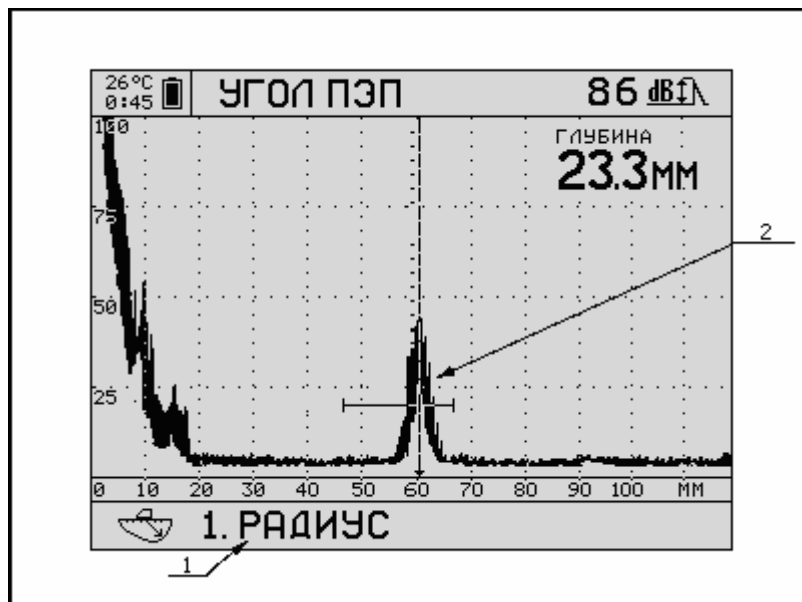

Рисунок 5.8 – Экран прибора при автоматической настройке времени задержки
5.5.2 Подключите ПЭП к дефектоскопу и поставьте его на длинную грань ($l=75\text{мм}$) СОП V2M таким образом, чтобы луч был направлен в сторону цилиндрической поверхности образца радиусом 50 мм, а предполагаемая точка выхода луча ПЭП находилась около риски 0 (Рисунок 5.7). Кнопками **RANGE** и **LEVEL** добейтесь, чтобы эхосигнал от цилиндрической поверхности был виден на экране дефектоскопа, как показано на Рисунок 5.8
5.5.4 Нажмите кнопку **ENTER**, чтобы войти в режим автоматической калибровки по образцу V2M. На экране дефектоскопа появится развёртка (Рисунок 5.8), соответствующая калибровке времени задержки. Сигнал в режиме калибровки будет отображаться в режиме накопления огибающей при максимальном размере экрана, подобно режиму «ОБЗОР».